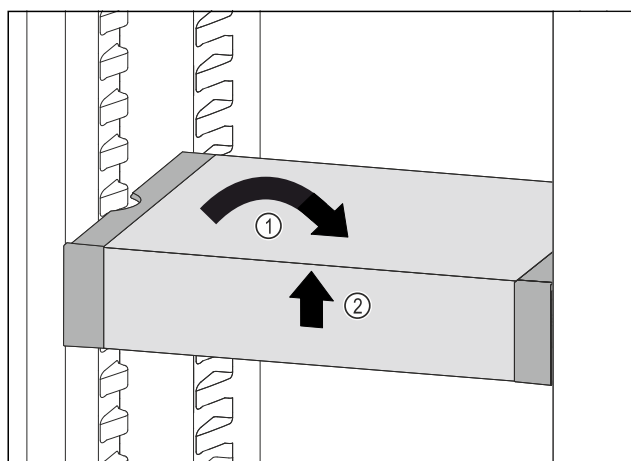

Fig. 110
- ▶ 将 VarioSafe 放平。Fig. 110 (1)
- ▶ 抬起 VarioSafe 前部。Fig. 110 (2)